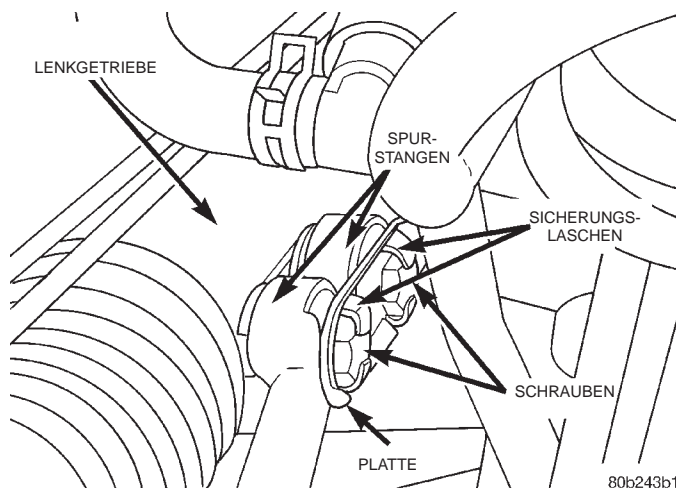

Abb. 9 Sicherungslaschen/Befestigungsschrauben der Spurstange
(11) Die Sicherungslaschen an den Schrauben aufbiegen, mit denen die Spurstangen am Lenkgetriebe montiert sind (Abb. 9).